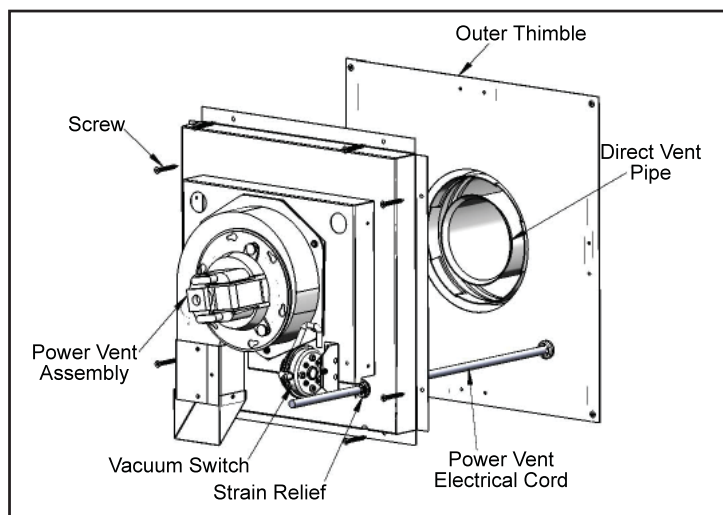

Figure 7: Installation de l'évent forcé.
8. Insérez le cordon électrique d'évent forcé au travers du passe-fils, situé du côté droit en bas de l'assemblage d'évent forcé. Référez-vous à la figure 7.
10. Avec des vis, fixez l'assemblage d'évent forcé en place comme montré dans la figure 7.
13. Alignez le déflecteur d'évacuation avec la coupe d'évacuation, sur le fond du couvercle d'évent forcé et installez-le. Référez-vous aux figures 7, 10 et 11. Assurez-vous que le boyau d'aspiration en caoutchouc ne se pince pas, une fois installé.